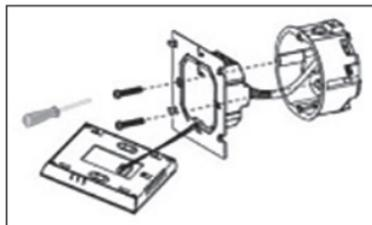

Рис. 6.
**6.3.2.** С помощью двух винтов закрепите монтажную пластину в монтажной коробке. *(Рис. 6.)*